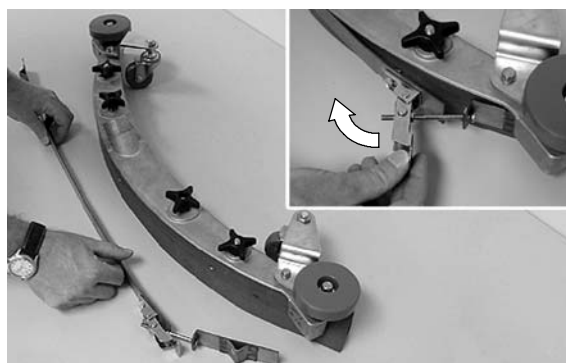

FIG. 58
2. Détachez l'agrafe de la bande et retirez la bande du bloc de racloir (Figure 58).